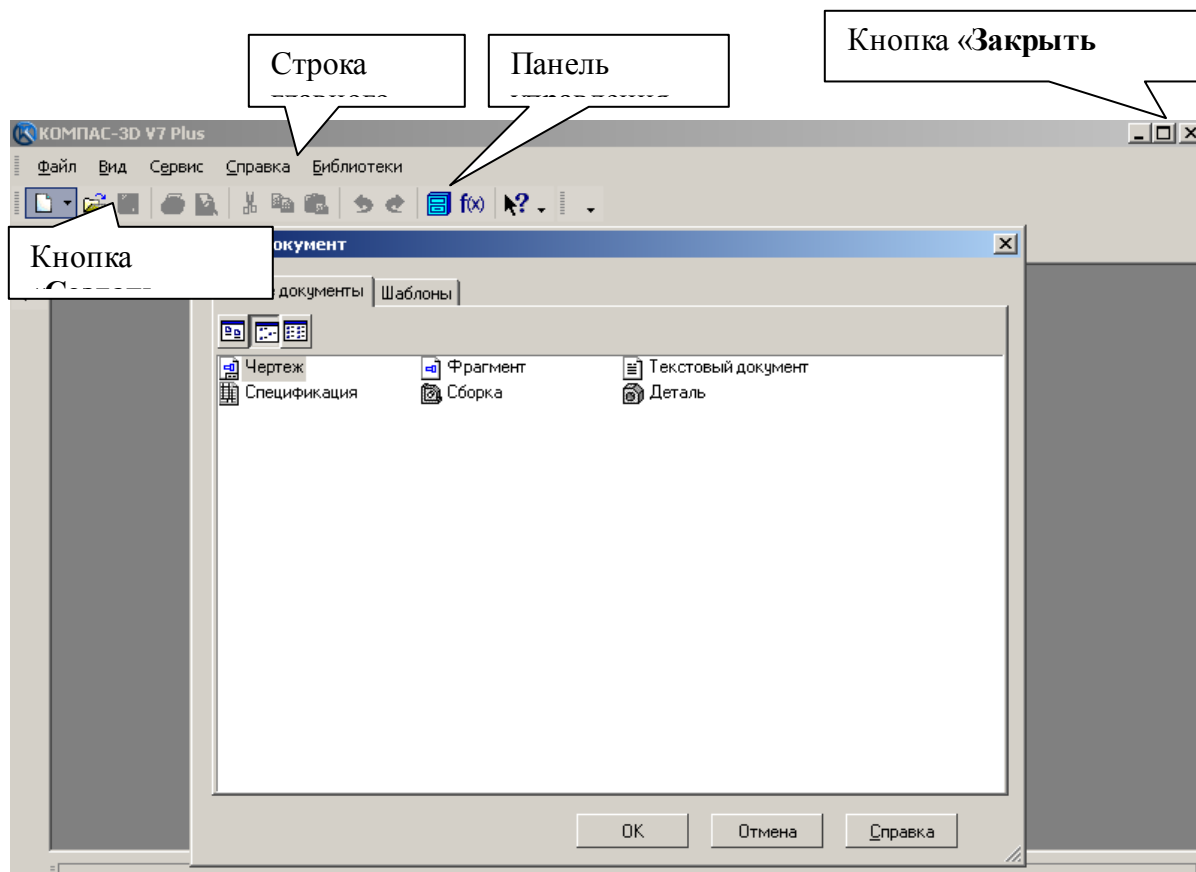

Рис.2
После запуска системы «Компас» на экране отобразится главное окно системы, на котором представлены элементы управления системой (рис.2).
- 1) Щелкнуть по кнопке «**Заккрыть программу**» в верхнем правом углу экрана (рис.2);